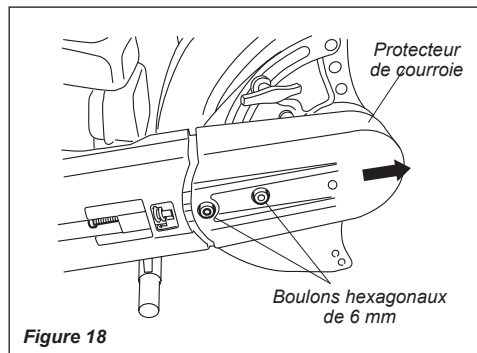

Figure 18
3. À l'aide d'une clé hexagonale de 6 mm, retirer les deux boulons du protecteur de courroie et faire glisser le protecteur de courroie vers l'avant pour le retirer. Voir figure 18.